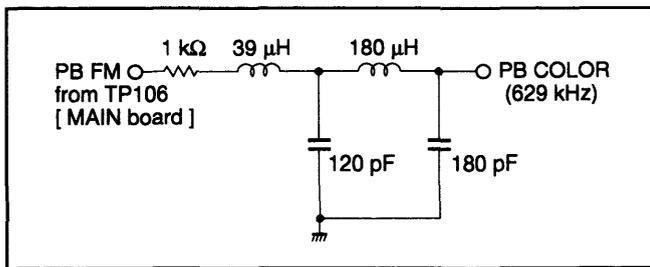
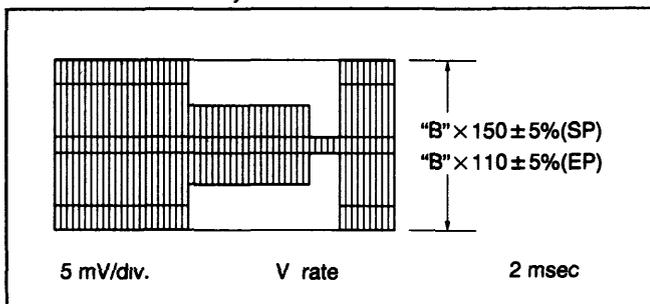

Fig 3-3-4 Circuito LPF
Fig 3-3-5 Nível de cor na gravação
- (1) Conecte o osciloscópio na saída PB COLOR através do circuito LPF (Ver Fig 3-3-4) e TP111 ao trigger (borda negativa) no Painel Principal
- (2) Reproduza um sinal colorbar da fita de alinhamento SP
- (3) Ajuste o tracking do Painel frontal para posição Auto tracking desligado, pressionando-se simultaneamente as teclas CH "▼" e "▲"
- (4) Através das teclas CH "▼" ou "▲" do Painel frontal ajuste a forma de onda de cor para o nível máximo e anote o ponto mais alto do nível de cor "B"
- (5) Pressione a tecla STOP/EJECT e retire a fita de alinhamento
- (6) Passe para o modo EVR pressionado a tecla "K" da unidade de "presetting" por mais de 2 segundos
- (7) Coloque o modo EVR na posição "A 2" pressionando a tecla "2" do controle remoto
- (8) Antes de gravar, utilizar a tecla CH "▼" ou "▲" no controle remoto para que o nível do canal mais alto alcance 150 ± 5% SP (110 ± 5% EP) da nota "B" durante reprodução como mostrado na Fig 3-3-5
- (9) Grave um sinal colorbar no modo SP (EP), e reproduza-o.
- (10) Passe o VCR para o modo normal pressionando a tecla "K" da unidade "presetting" novamente, então os dados dos ajustes são memorizados